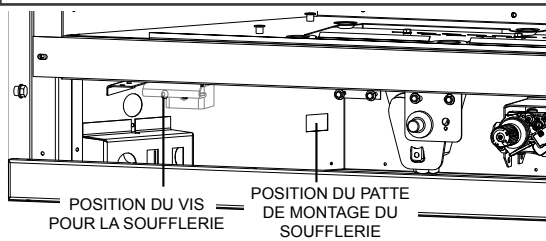

Fig. 1
- F. Faites pivoter la soufflerie dans le bas de l'appareil, assurez que le joint d'étanchéité reste en place entre la soufflerie et le foyer pendant que vous glissez-le soufflerie contre la côté gauche dans la patte de montage du soufflerie. Fixer en place utilisant une vis, voir Figure 1 et 2.